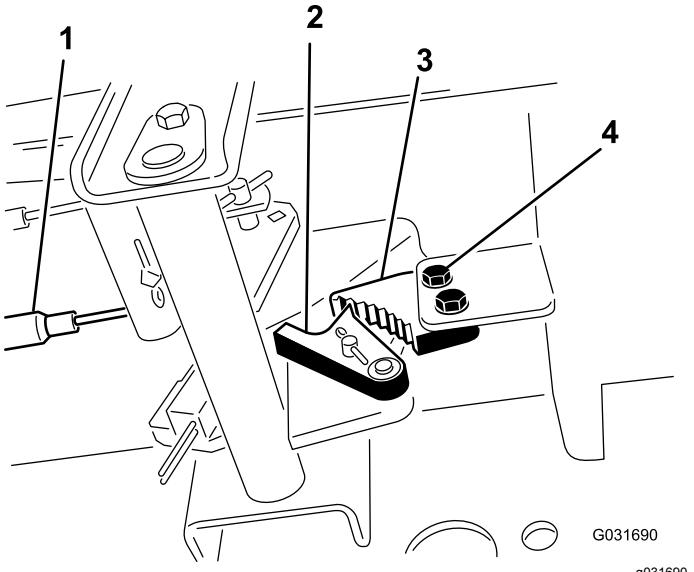

Figura 73
1. Solte os 2 parafusos que prendem a lingueta do travão de estacionamento à estrutura (Figura 73).
2. Carregue no pedal do travão para a frente até o detentor do estacionamento engatar completamente na lingüeta do travão (**Figura 73**).